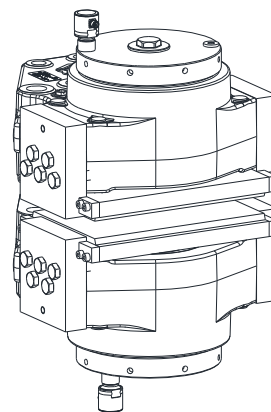

Bild 21: Montage des Zustands-Verschleißsensors
- Schrauben Sie den Sensor in das Sensorgehäuse (Bauteil 4) zunächst handfest ein (siehe Bild 21).